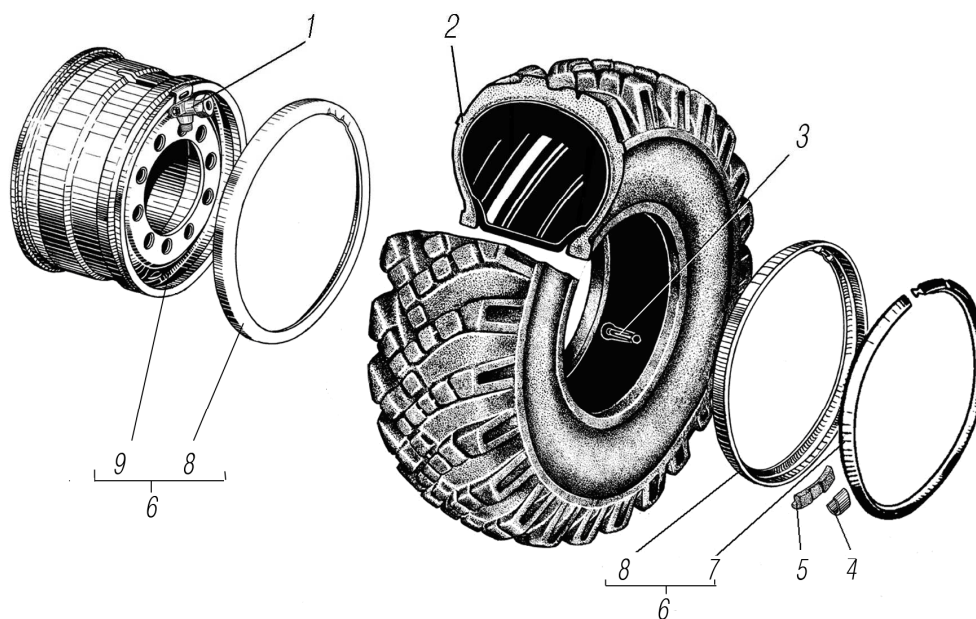

Рисунок 3.11
*¹ См. рисунок 3.11
See figure 3.11